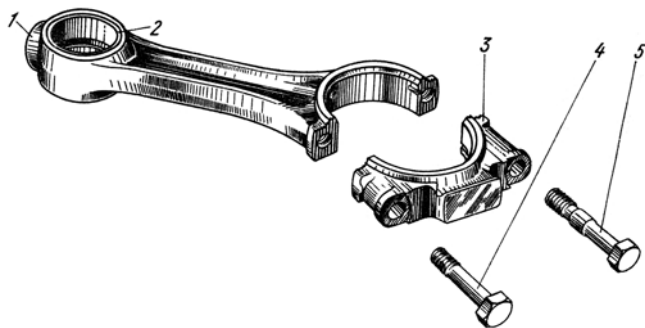

Рис. 15. Шатун двигателей ЯМЗ-236БЕ, ЯМЗ-236Б, ЯМЗ-236НЕ и ЯМЗ-236Н:
**Шатун** (рис. 15) – стальной, двутаврового сечения, с косым разъемом нижней головки.